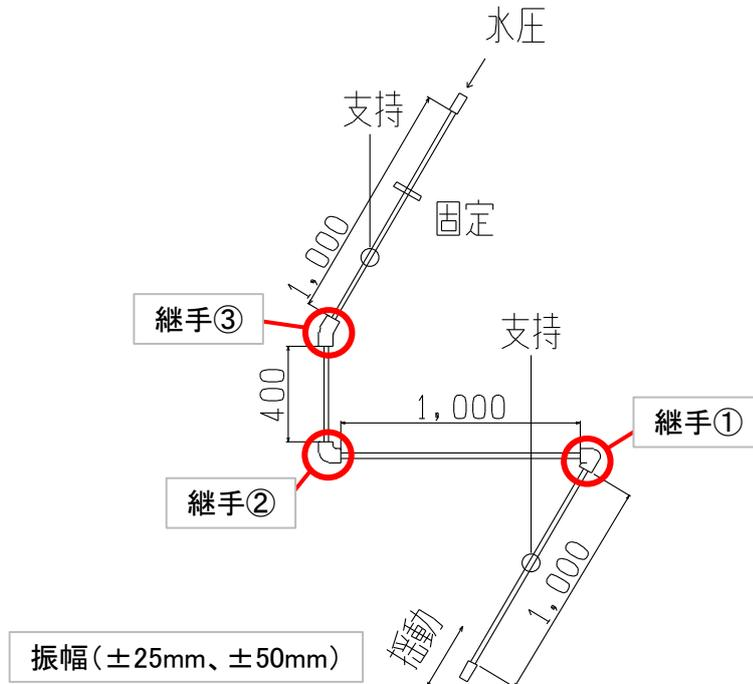

図 4-16 揺動試験Ⅱ概略図
(1) 試験方法
図 4-16 に示すように継手に管を接合し、水圧 0.6MPa、振り幅 $\pm 25\text{mm}$ 及び $\pm 50\text{mm}$ 、振り速さ 0.5Hz(30 回/分)で 10,000 回揺動し、ナットの緩み及び漏れの有無を確認する。継手①、②、③(図 4-16 赤丸部)は通常施工状態より袋ナットを 45° 締込不足とする。